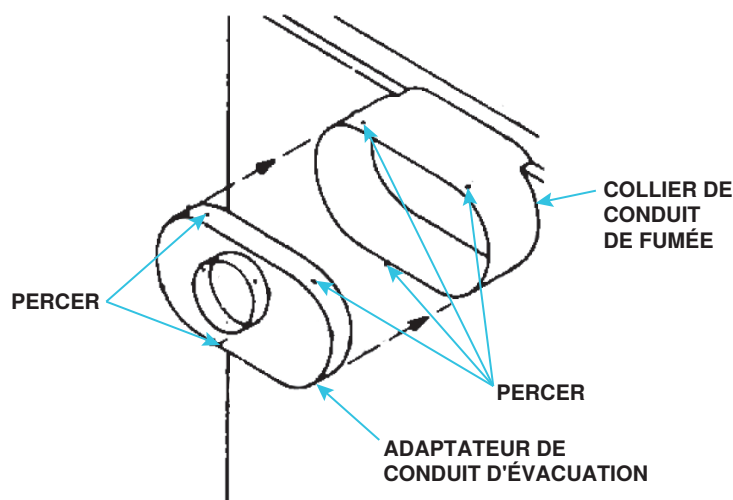

Figure 3. Installation de l'adaptateur de conduit de ventilation
2. Installer l'adaptateur de conduit de ventilation (voir Figure 3) :